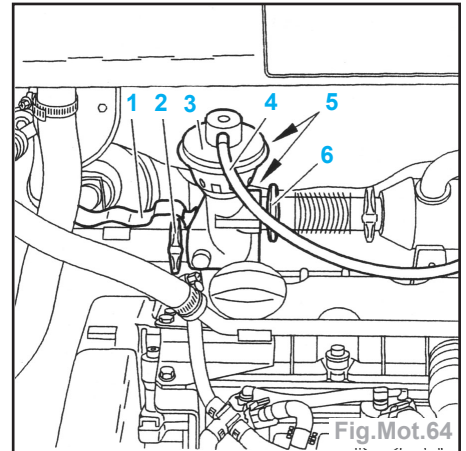

Fig.Mot.64
- Ecarter l'écran thermique (1) (Fig.Mot.64).